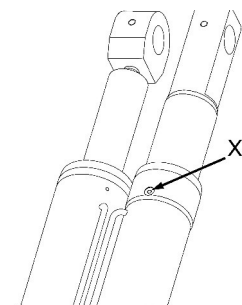

Bild 5
- An den Folgezylindern der Hebebühne sind die Entlüftungsschrauben (siehe Bild 5). Diese sind nur leicht zu öffnen. Achtung nicht herausdrehen.